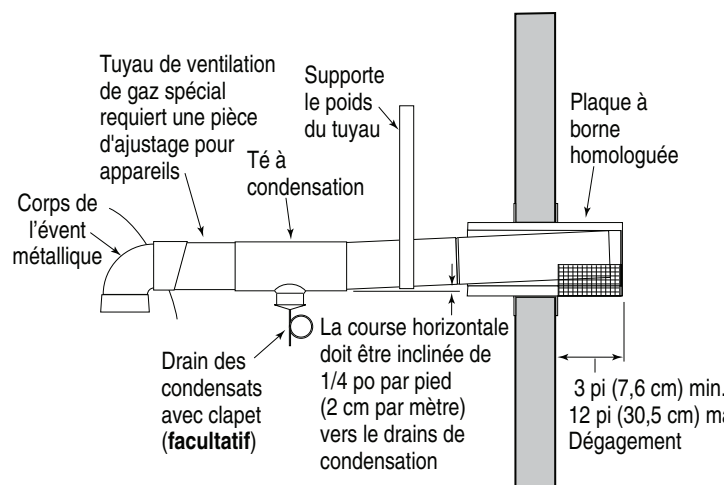

Figure 22.
- Brancher les fils entre les terminaux du coupe-circuit du chauffe-eau et le relais électrique. Brancher les fils de la commande ou de la minuterie au coupe-circuit. La commande, minuterie ou le relais doit être calibré pour une tension de 24 v c.a. à 0,5 ampère (parce qu'ils compléteront le circuit du tableau de commande sur le chauffe-eau, tel qu'illustré dans la figure 22). NE PAS câbler les terminaux du coupe-circuit avec une tension secteur. Utiliser un fil de calibre 18 avec une isolation de 3/64 po (1,2 mm) d'épaisseur, câblé pour une élévation de température d'au moins 105 °C.